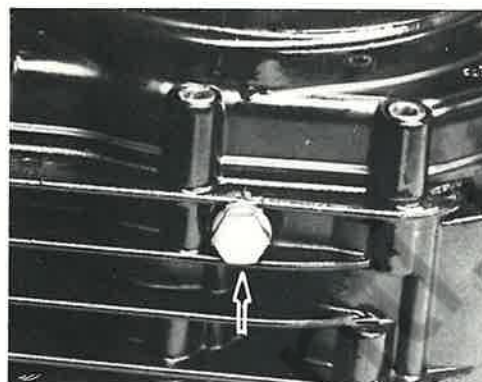

Fig. 11 - Vite scarico olio
- svitare la vite di scarico olio posta sotto il motore (Fig. 11)